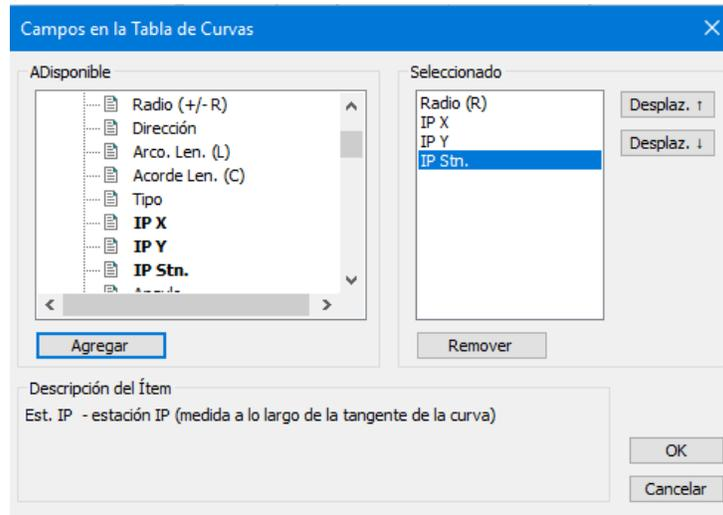

Figura 22-18: Opciones de Tabla de Curvas Horizontales
24. Agregue y Remueva ítems (<dobles-clic> funciona) hasta que solamente **Radio (R)**, **IP Stn**, **IP X** e **IP Y** en la columna **Seleccionado** como en la Figura 22-18.